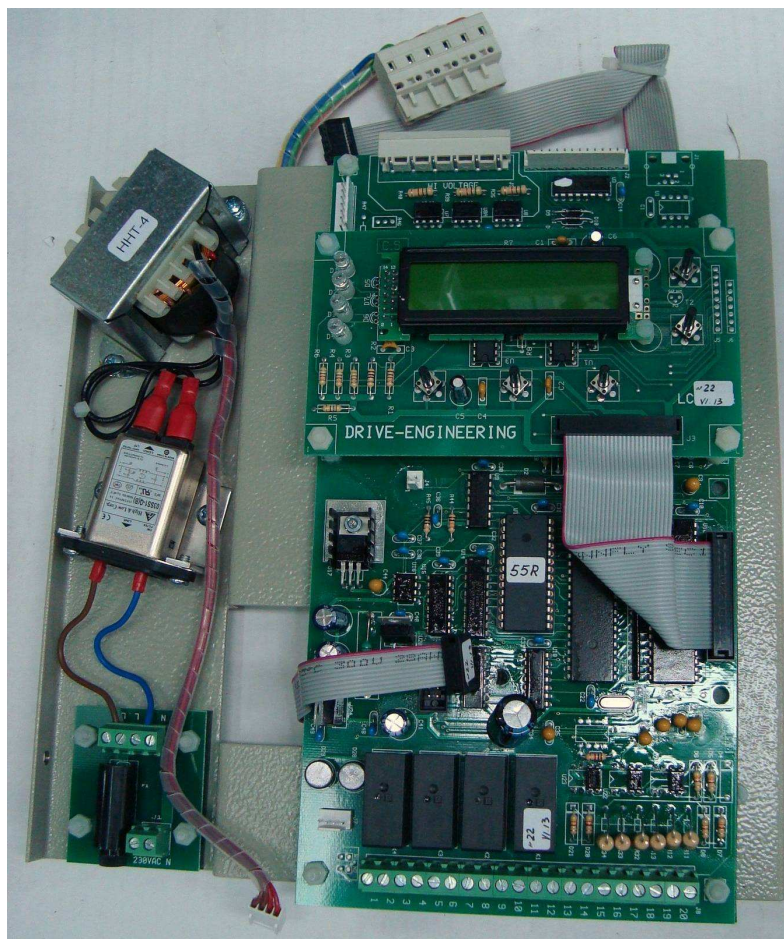

Рис. 6.7
6.4.6. Снять модуль управления (рис. 6.7) и положить его в тару.